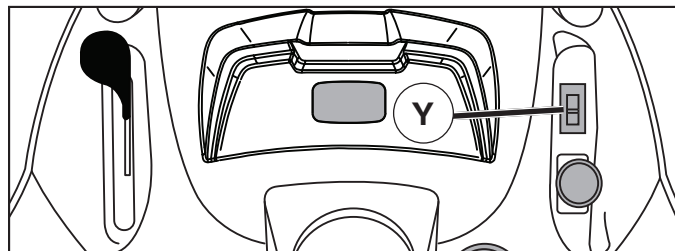

Fig. 9
## CÓMO USAR EL CONTROL DEL CIERRE DIFERENCIAL (Y) (Vea Fig. 9)